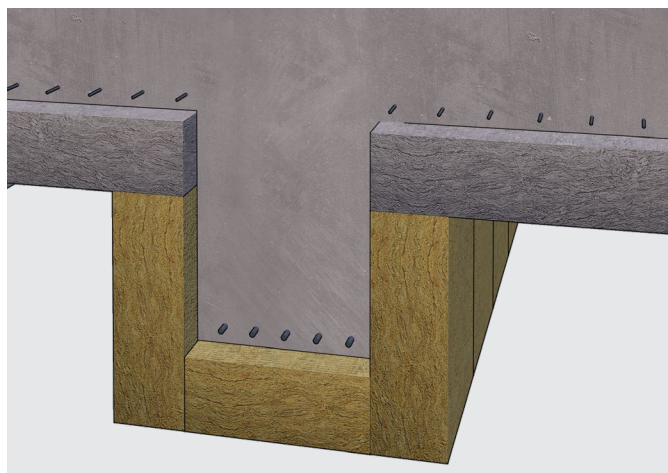

Abb. 8: Decrock nach dem Ausschalen am Unterzug verkleben.
- Unterzug nach dem Ausschalen mit Decrock und Mörtelkleber nachträglich verkleben (Abb.8).